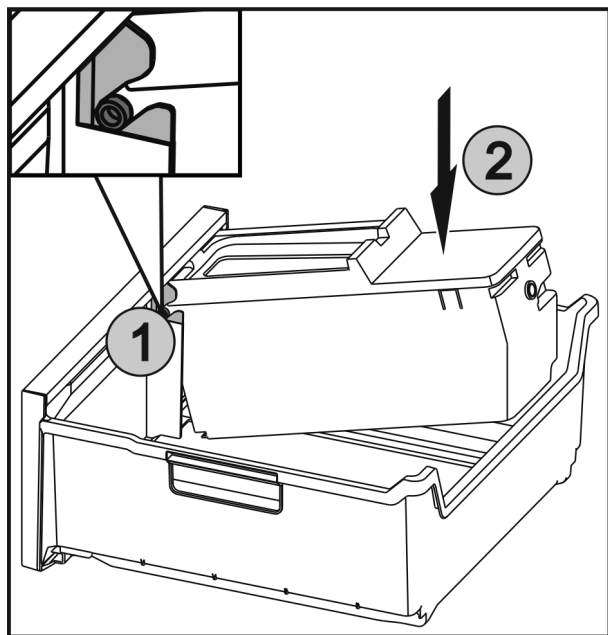

Fig. 83
- ▶ Osie Fig. 83 (1) na EasyTwist-Ice wsunąć w prowadnicę, a tylną stronę wcisnąć, Fig. 83 (2) aż nakładka się zażębi.